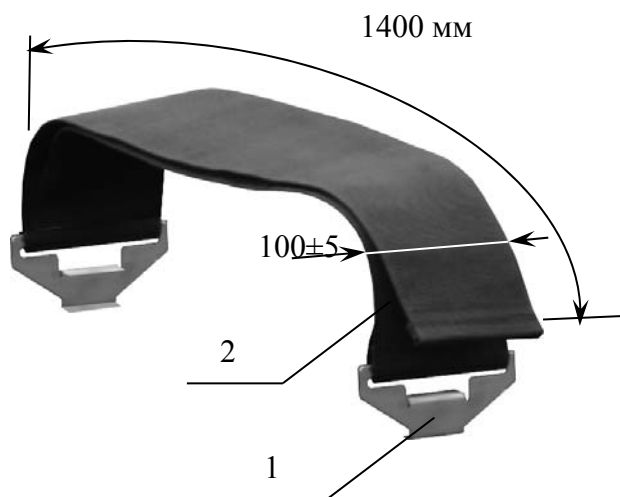

**Рисунок 4. Ремень для фиксации туловища.**
**4. Ремень для фиксации туловища (поясной ремень) (Рисунок 4).** Мягкий синтетический ремень шириной 100 мм с крепежными зацепами, регулируется по длине.